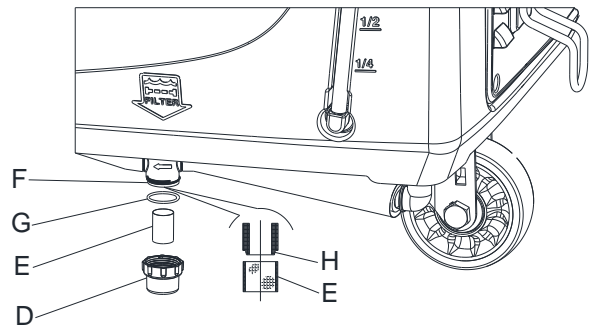

Figure 5
- 57. Retirez le couvercle (D, Figure 5), puis retirez la crépine du filtre (E). Les nettoyer et les remettre sur le support (F).